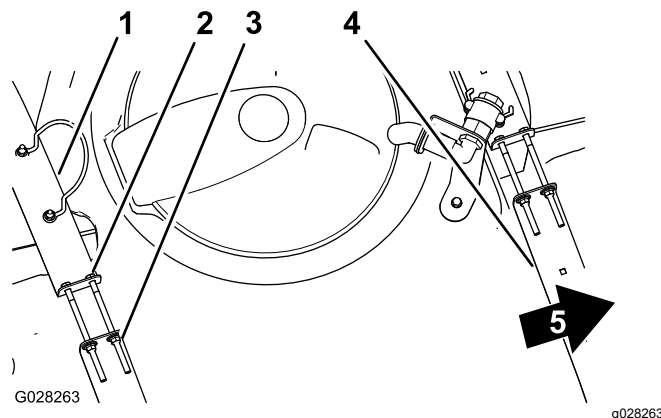

Figura 84
- Verifique se há algum movimento entre as correias do depósito e o depósito (Figura 84).
- Se as correias do depósito estiverem largas, aperte os parafusos e as porcas de bloqueio na parte superior das correias até estas ficarem justas à superfície do depósito (Figura 84).